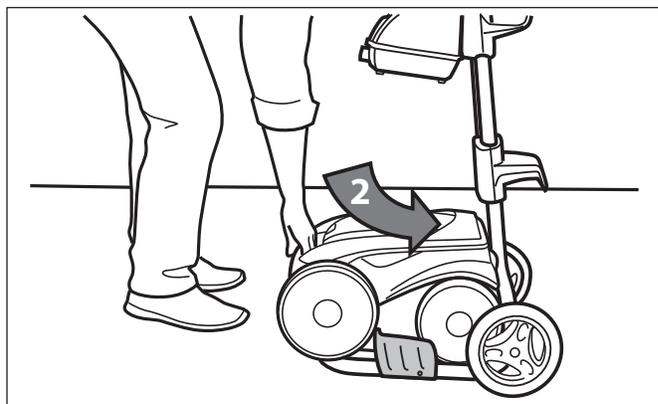

Figure 27. Installer correctement le nettoyeur sur le chariot
2. Remettre l'appareil en place en le roulant sur le chariot. Se référer à la Figure 27.